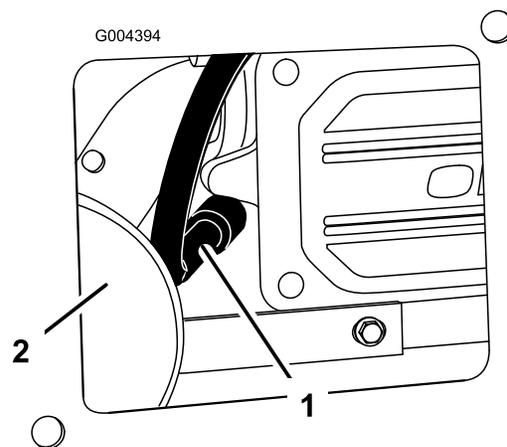

Figura 37
3. Staccate il cappello della candela (Figura 37). Pulite intorno alla candela per evitare che la morchia penetri nel motore e lo danneggi.
3. Collegate il cappello alla candela (Figura 37).